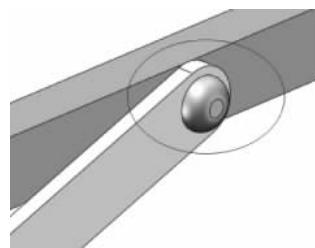

图 3-23 同轴心和重合配合
(5) 与前面的销钉配合方法相同, 为销钉与连杆一端通孔之间添加 【同轴心】和 【重合】配合, 完成后的效果如图 3-23 所示。